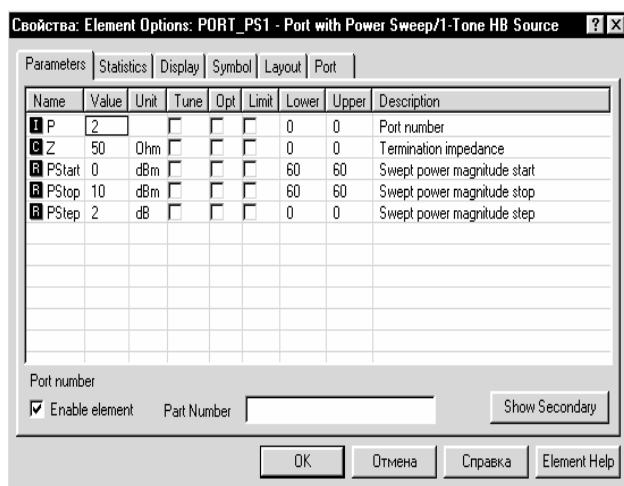

Рис. 3.32
1. Щёлкните левой кнопкой мышки по порту **PORT\_PS1**, затем дважды щёлкните левой кнопкой мышки по этому порту. В открывшемся окне отредактируйте параметры порта так, чтобы их значения соответствовали указанным на рис. 3.32, затем нажмите панель **Port** в верхней части окна и отметьте переключатель **Tone 1** (если он не отмечен), нажмите **OK**.
1. Щёлкните левой кнопкой мышки по элементу **MLIN ID=1**, затем дважды щёлкните левой кнопкой мышки по этому элементу. В открывшемся окне отредактируйте параметры элемента так, чтобы их значения соответствовали указанным на рис. 3.32.